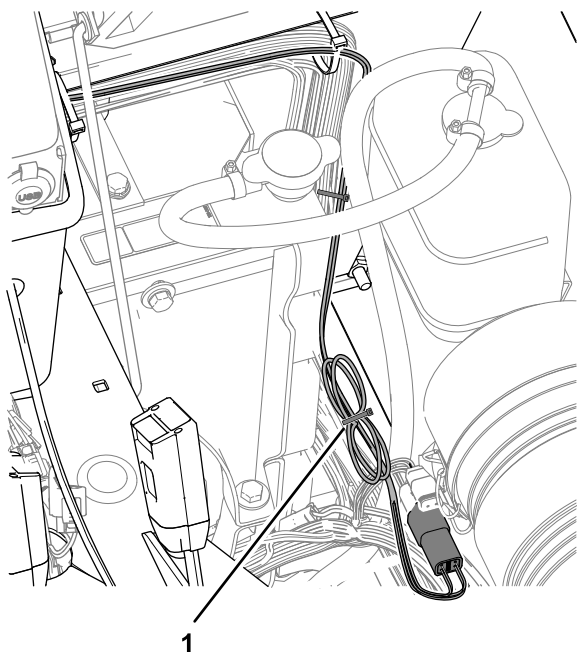

Figure 33
4. Attachez le faisceau de bus ISO-CAN comme montré à la Figure 33.